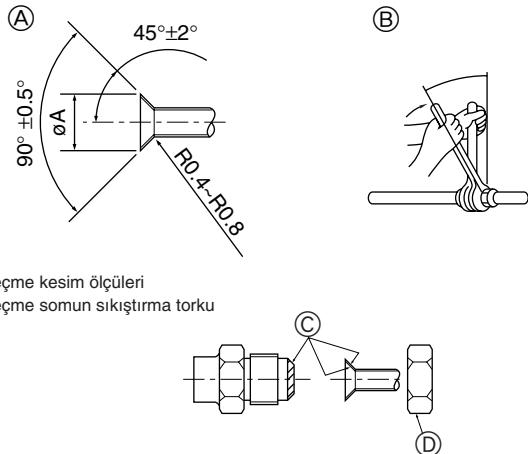

Fig. 4-1
Tablo 1 (Fig. 4-1)
4.2. Boruların bağlanması (Fig. 4-1)
- Geçme somunu sıkmadan önce boru ve conta bağlantı yüzeylerine ince bir tabaka halinde soğutucu yağı uygulayınız. (A)
- Boru bağlantılarını iki somun anahtarıyla sıkın. (B)
- Bütün geçme yatağı yüzeyine soğutucu makine yağı sürün. (C)
- Geçme somunları ünitenin üzerinde gösterildiği gibi kullanın. (D)